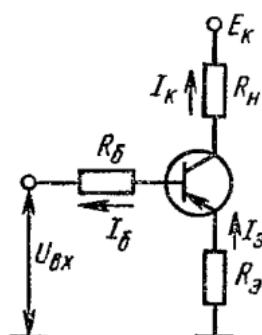

Рис. 2.24
**2.25.** Транзистор используется в схеме, показанной на рис. 2.24. Данные схемы:  $E_k = -28 \text{ В}$ ,  $R_b = 15 \text{ кОм}$ ,  $R_s = 1 \text{ кОм}$ ,  $R_h = 2 \text{ кОм}$ . Определить, при каком минимальном входном напряжении транзистор будет работать в режиме насыщения. Принять, что на границе режима насыщения  $\beta = 9$ .